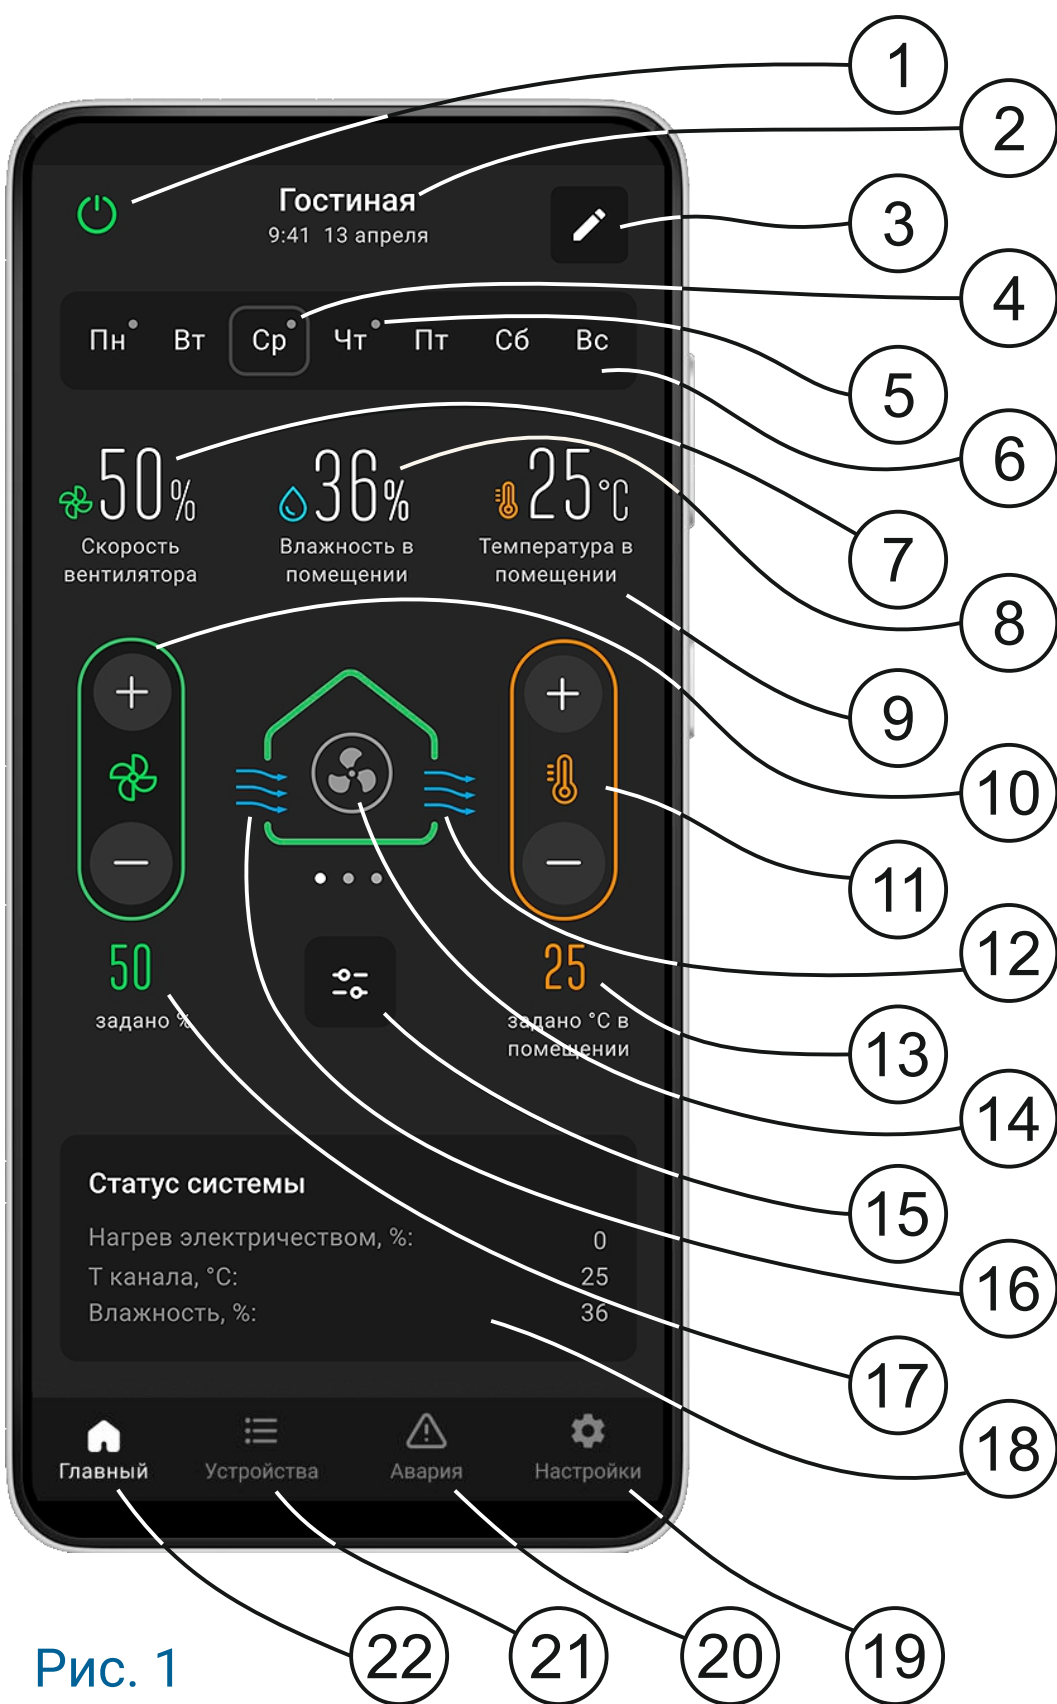
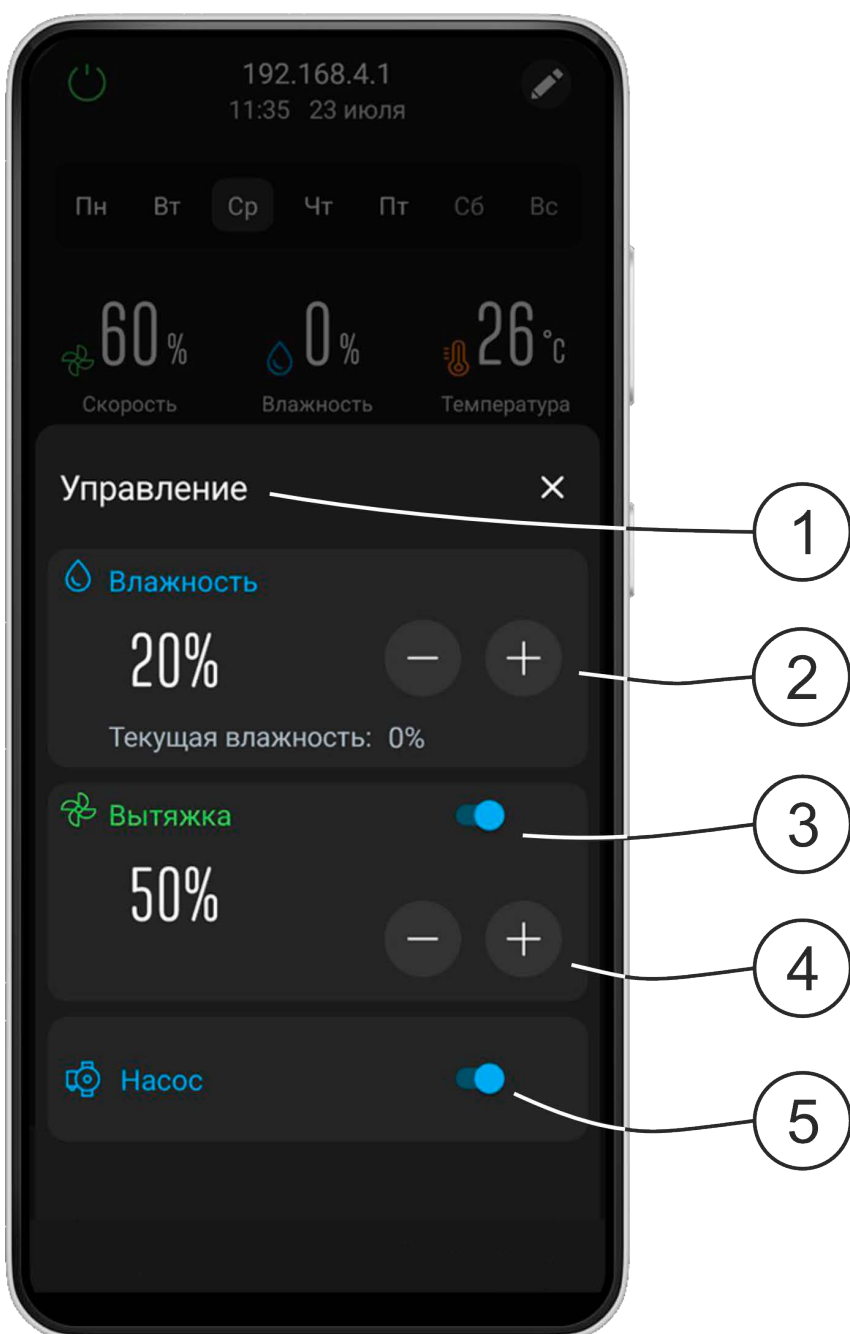
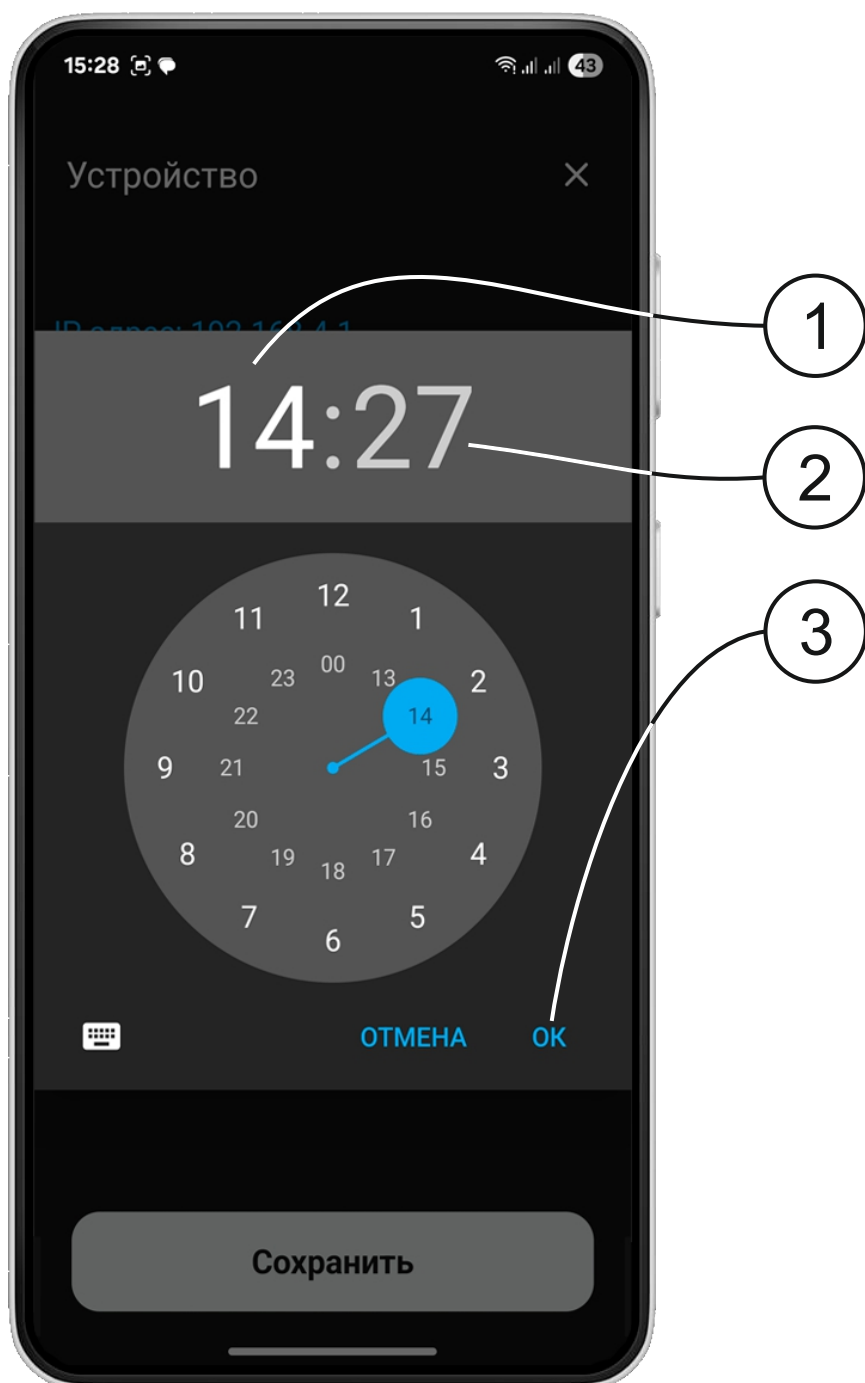

Рис. 1
Рис. 2
Рис. 3
6.1. Задание необходимой температуры (Рис. 1 пункт 11)
6.2. Задание скорости вращения приточного вентилятора (Рис. 1 пункт 10)
Индикацию притока воздуха на экране отображает пиктограмма 16 на Рис.1.
6.3. Задание скорости вращения вытяжного вентилятора (при наличии в системе) (Рис. 2 пункт 3)
Для задания необходимой скорости вытяжного вентилятора необходимо нажать на кнопку 15 на Рис.1. Откроется вкладка «Управление» (Рис. 2 пункт 1).
В строке «Вытяжка» (Рис. 2 пункт 4) кнопками «+» и «-» задать необходимый процент скорости работы вытяжного вентилятора.
Индикацией наличия работающего вытяжного вентилятора на экране является пиктограмма 14 на Рис.1.
Для задания уровня влажности необходимо нажать на кнопку 15 на Рис.1. Откроется вкладка «Управление». В строке «Влажность» (Рис. 2 пункт 2) кнопками «+» и «-» задать необходимый уровень влажности.
Например: при отсутствии теплоносителя в системе (Рис.2 пункт 5).
Задание системного времени производится при установленном подключении мобильного приложения к вентиляционной установке. Для открытия экрана настроек даты и времени необходимо нажать на пиктограмму «Карандаш» (Рис.1 Пункт 3). В открывшемся окне выбрать пункт «Время системы». Раскроется стандартный экран установки времени Android (Рис.3):
Для открытия экрана настроек даты и времени необходимо нажать на пиктограмму «Карандаш» (Рис.1 Пункт 3).
В открывшемся окне выбрать пункт «Дата системы». Раскроется стандартный Android экран установки времени (Рис.3):
Наличие установленных заданий на день недели отображается символом «точка» рядом с пиктограммой дня недели на «Главном экране» (Рис.1 Пункт 4)
Для установки задания необходимо на панели недельного календаря (Рис.1. пункт 6) выбрать нужный день недели. В открывшемся списке «Задание таймера» (Рис.3. пункт 1) сначала выбирается время воздействия (Рис.3. пункт 2), а затем параметр для изменения (Рис.3. пункт 4). Подтверждение изменения проходит нажатием на кнопку «Готово» (Рис.3. пункт 5).